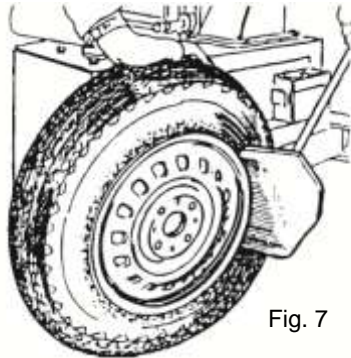

Fig. 7
- Abra el brazo presionador manualmente presionándolo hacia fuera, coloque la rueda contra el amortiguador de goma. Coloque la pala contra el talón a 10 mm del borde de la llanta como se muestra en la fig. 7.